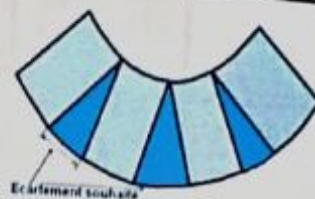

FIG. 3
- Sur une autre feuille, tracez 1 ligne verticale au milieu et écartez de part et d'autres de cette ligne les pièces découpées à des intervalles identiques en formant un volant (fig.3).